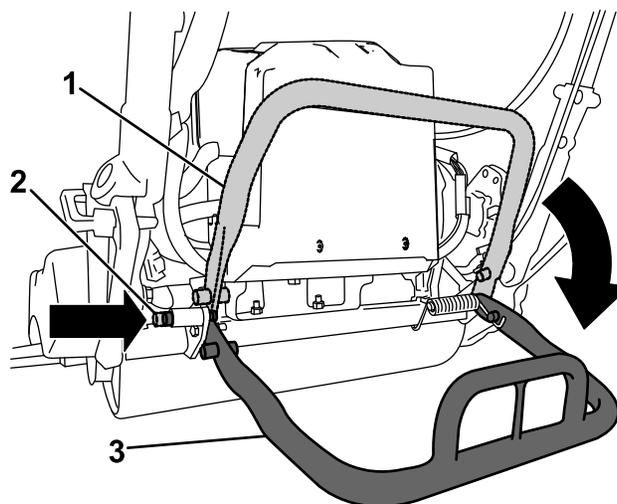

Рисунок 23
- Чтобы во время демонтажа колес машина не опрокинулась назад, опустите откидную опору и нажмите на стопорный штифт для фиксации ее в положении ОБСЛУЖИВАНИЯ (Рисунок 23).